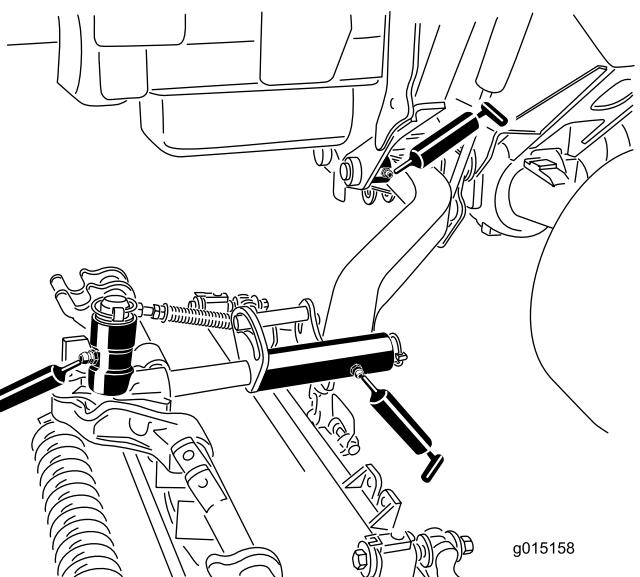

Bild 71
- Schneideeinheit-Trägerrahmen (2 pro Schneideeinheit) (Bild 71)
- Schneideeinheit-Hubarmgelenk (1 pro Schneideeinheit) (Bild 71)
- Hubarm-Drehbüchsen (1 pro Schneideeinheit) (Bild 71)